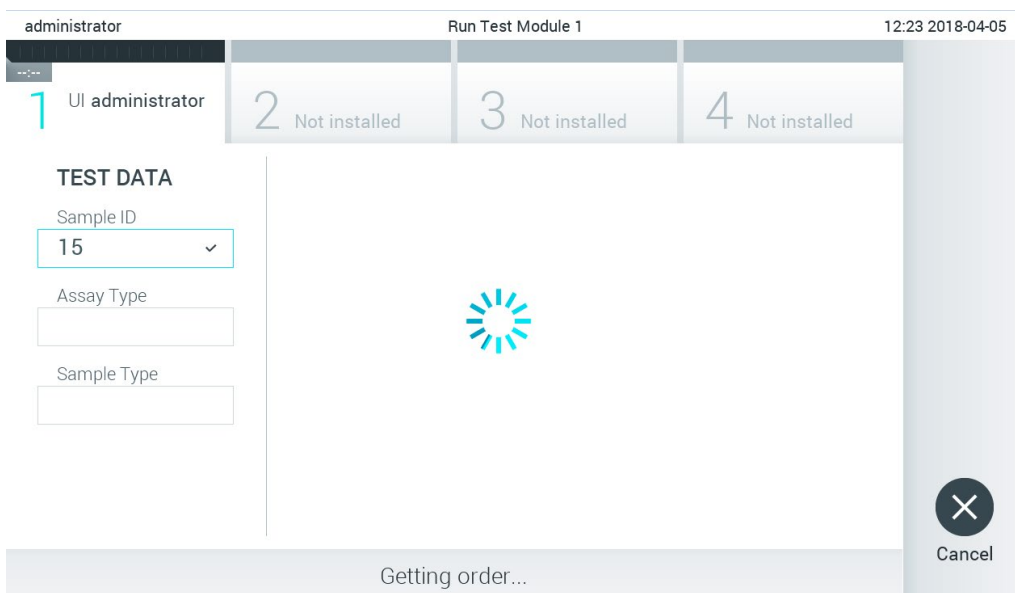

图 73. 检索测试单时的显示。
3. 样本 ID 将被发送到主机，QIAstat-Dx Analyzer 1.0 将等待测试单，并会显示“Getting order...”（正在获取测试单...）消息（图 73）。